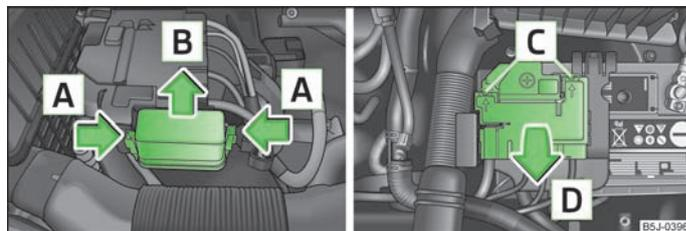

Fig. 141 Batteria della vettura: Coperchio della scatola portafusibili
- Premere contemporaneamente l'asticella della copertura della scatola dei fusibili nella direzione indicata dalla freccia **A** e quindi fare scorrere verso l'esterno la copertura nella direzione indicata dalla freccia **B** (fig. 141).